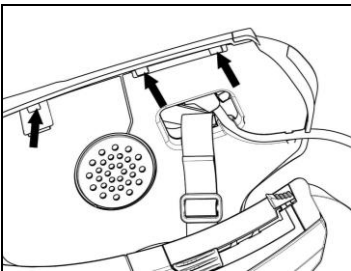

Abb. 14
- Positionieren Sie den Plastiküberzug des Wangenteils so, indem Sie ihn hinter den beiden Anschlaghaken anbringen (Abb. 14).